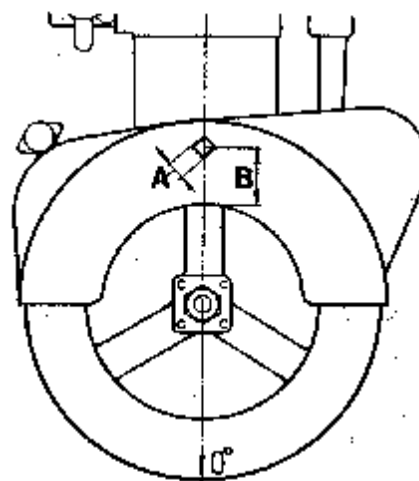

Abb. 44 Ausschneiden des Loches im Riemenschutz bei MD3B, frühere Ausführung
- Die Markierung des Schwungrades überprüfen. Um dies bei der früheren Ausführung von MD38, wo keine Löcher im Riemenschutz vorhanden sind, leichter durchführen zu können, kann ein vierkantiges Loch gemäß Abb. 44 ausgeschnitten werden.